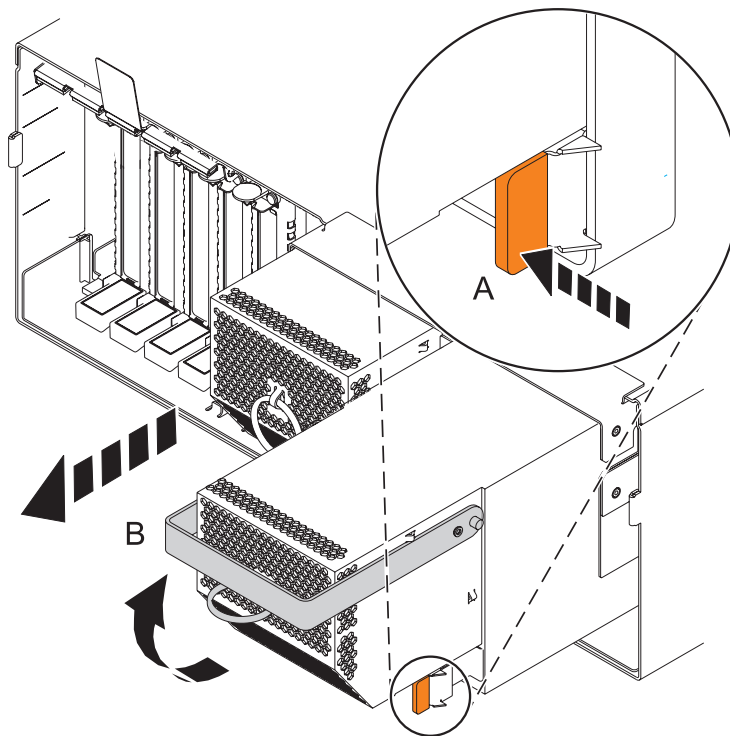

Figure 2. Alimentation électrique déverrouillée
5. Comme présenté dans figure 2, placez la patte de déverrouillage (A) en position ouverte et soulevez la poignée (B).